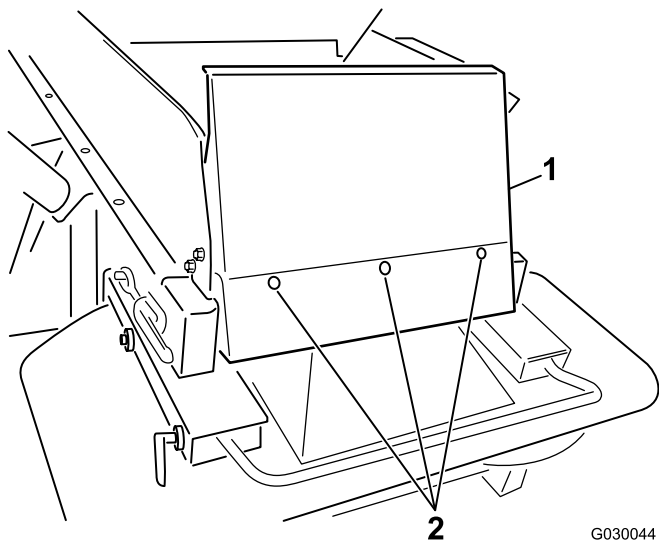

Bild 7
6. Befestigen Sie die Füllkasten-Schutzvorrichtung mit den mitgelieferten Halbrundschrauben (1/4" x 5/8") und Nyllonsicherungsmuttern (Bild 7).